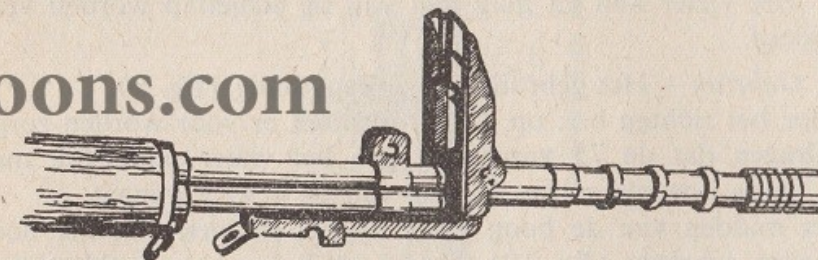

Fig. 8
- (1) Maak de klem los, door hem naar beneden te drukken.
- (2) Plaats de schiettap om en op de tromp van de loop; zorg ervoor dat de stift in de gasbuis sluitschroef komt en de insnijding aan het einde van de bevestigingsinrichting het voorste gedeelte van de bajonethaft omvat.
- (3) Sluit de klem, zodat de gehele bajonethaft door de klem wordt omvat (fig. 8).